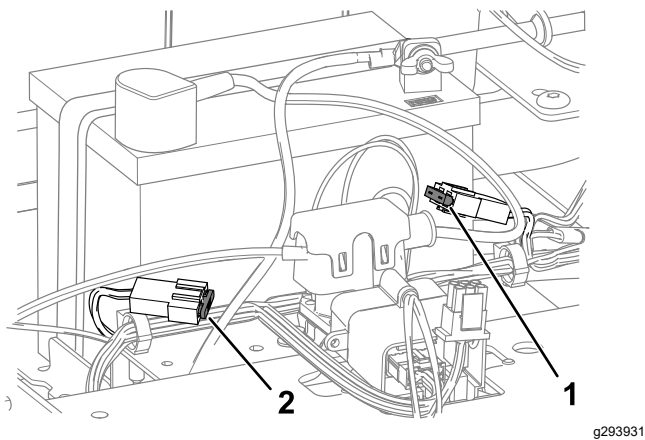

Figura 51
4. Pentru a înlocui o siguranță, trageți siguranța pentru a o îndepărta (Figura 51).